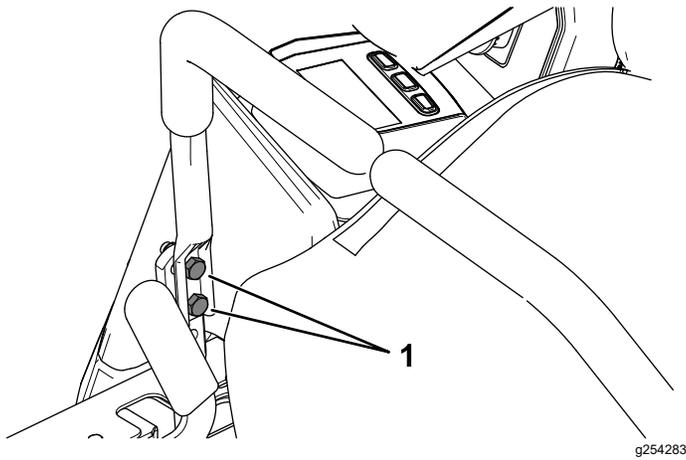

Bild 48
10. Wenn eine Ausrichtung erforderlich ist, lösen Sie die beiden Befestigungsschrauben des Fahrtriebshebels auf der falsch ausgerichteten Seite (Bild 48).
12. Ziehen Sie die beiden Befestigungsschrauben des Fahrtriebshebels fest (Bild 48).